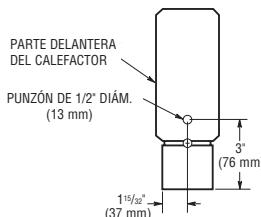

Figura 9. Plantilla de taladrado de tapa de extremo
- Los cables de suministro de energía pueden enrutararse de calefactor a calefactor taladrando un orificio de $1\frac{1}{2}$ pulgada (13 mm) de diámetro en las tapas de extremo para los calefactores que encajan entre sí. Vea la Figura 9. Para evitar posible daño a los cables interiores del calefactor, todo taladrado/perforación de las tapas de extremo debe realizarse con las tapas de extremo estando removidas fuera del calefactor.